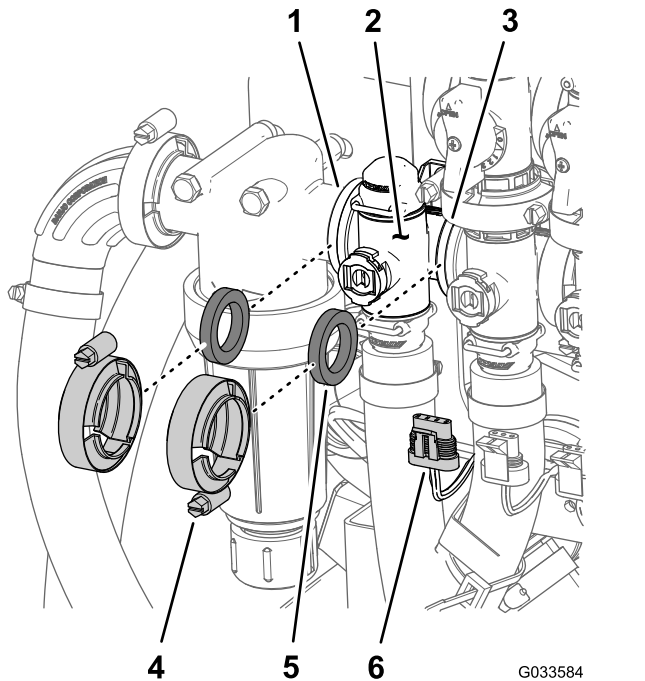

Figura 98
1. Retire os grampos e as juntas que prendem o coletor da válvula de controlo de aplicação (Figura 98) ao filtro de pressão e válvula de agitação.